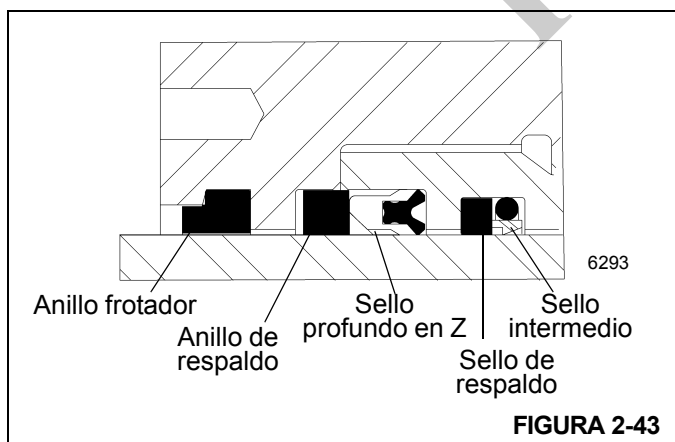

FIGURA 2-43
14. Instale el sello intermedio, el anillo de respaldo, el sello profundo de varilla en Z y el anillo de respaldo dentro de la cabeza, asegurándose que los sellos estén debidamente armados y colocados en el sentido correcto (Figura 2-43).